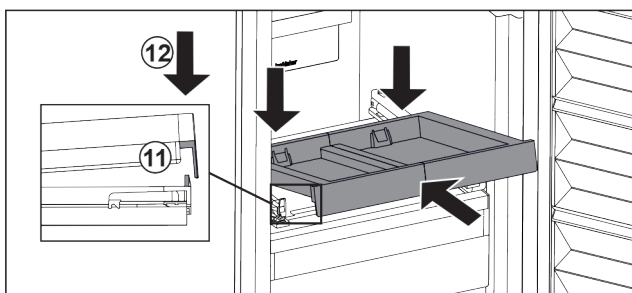

Fig. 98
- Schuin erin schuiven. Zorg ervoor dat de aanslag aan beide zijden achter de lip is. Fig. 98 (11)
- Uitschuifplateau aan voorzijde neerzetten. Fig. 98 (12)